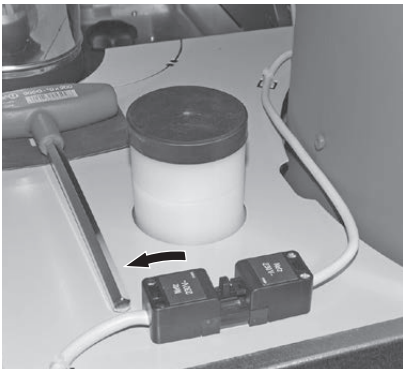

Fig. 113 Débrancher la fiche secteur de l'appareil
- Couper l'alimentation électrique avant d'ouvrir le couvercle de révision. Débrancher la fiche secteur de l'appareil – Fig. 113.
- Déconnecter la fiche secteur de l'appareil – Fig. 113.